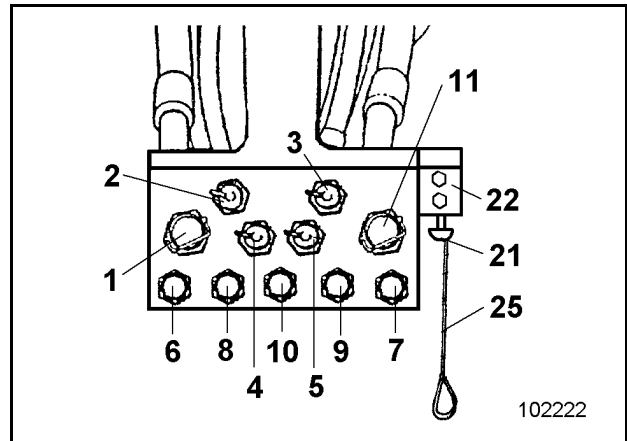

Fig. 3-59:
- Kraftstoff kann auch über die Service-Station (1, Fig. 3-59:) für beide Kraftstofftanks eingefüllt werden.